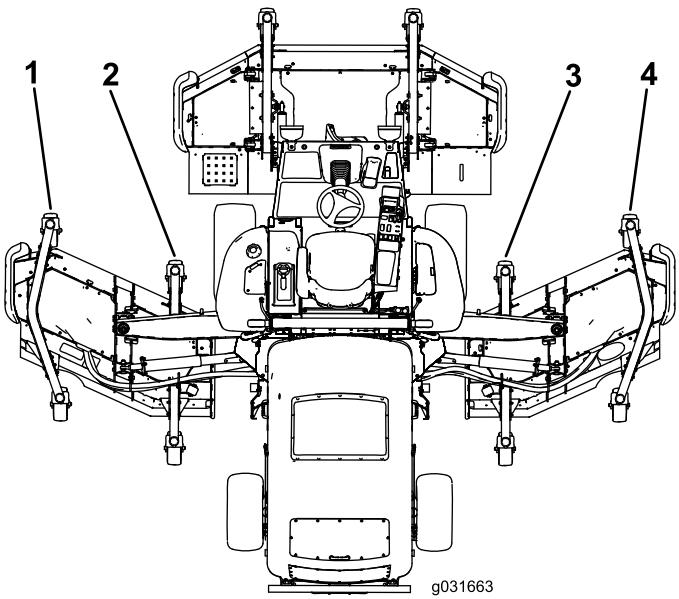

図32
- 前刈り込みデッキの外側ブレードの刈高に比べて左右刈り込みデッキの内側ブレードの刈高が高すぎる場合には、その左右カッティングユニットの前内側キャスタアームの下側にているシム3mmを1枚抜き取る**図31**と**図32**。
- 内側ブレードの刈高がまだ高すぎる場合には、その左右刈り込みデッキの前内側キャスタアームの下側にているシムをもう一枚抜き取り、さらにその刈り込みデッキの前外側キャスタアームの下側にているシムを1枚抜き取る**図31**および**図32**。
- 前刈り込みデッキの外側ブレードの刈高に比べて左右刈り込みデッキの内側ブレードの刈高が低すぎる場合には、その左右カッティングユニットの前内側キャスタアームの下側にシムを1枚追加する**図31**と**図32**。